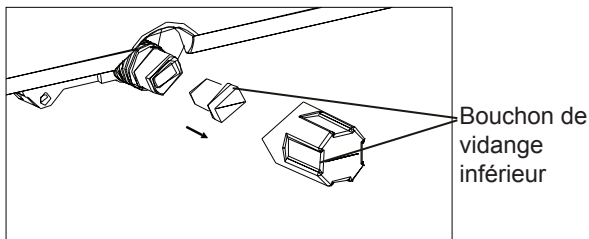

Fig.23
- Quand le niveau de l'eau du bac inférieur arrive au niveau prédéterminé, l'unité émet 8 bips et l'écran digital indique «P1». À ce moment-là, le processus de déshumidification du climatiseur cessera immédiatement. Toutefois, le moteur du ventilateur continuera à fonctionner (c'est normal). Déplacez attentivement l'unité dans un système de drain, retirez le bouchon de vidange inférieur et laissez l'eau à s'échapper (Fig. 23). Réinstallez le bouchon de vidange inférieur et redémarrez l'unité jusqu'au moment où le symbole « P1 » est disparu. Si l'erreur réapparaît, contactez le service technique.